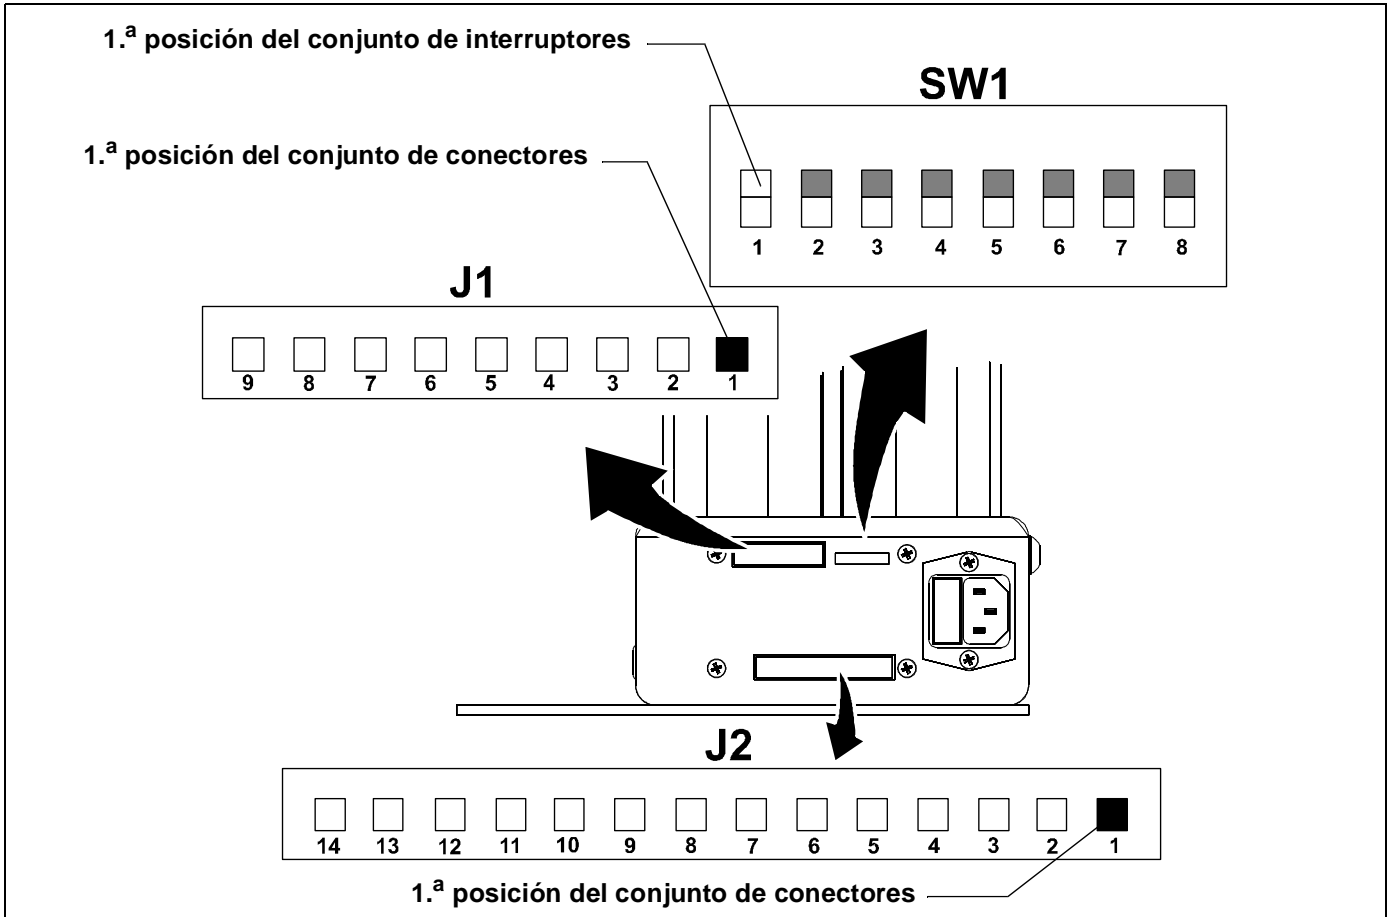
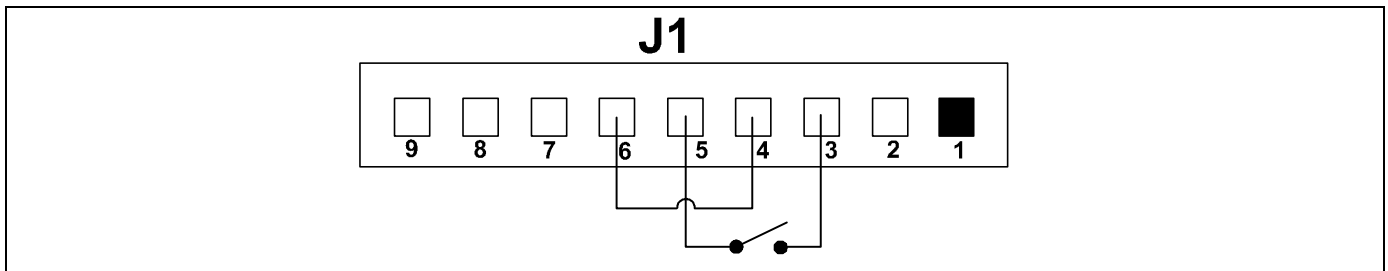
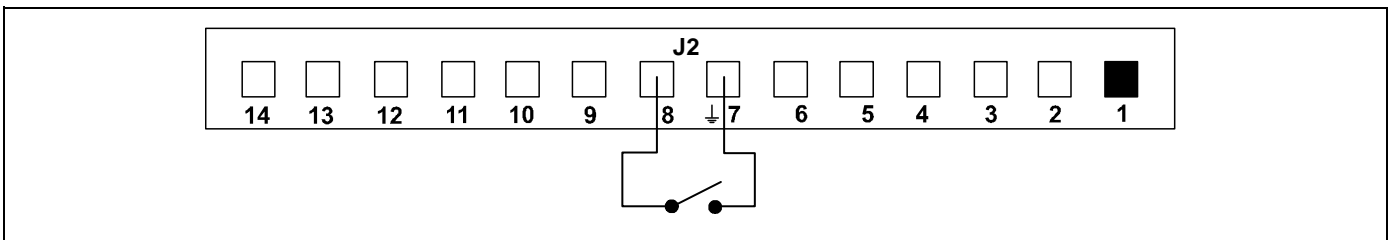
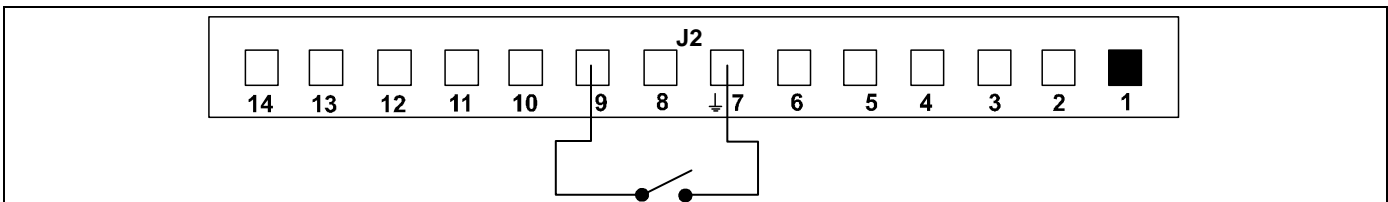

Figura 30
**Figura 33**
**Figura 34**
**Figura 35**
(Consulte la Figura 30).
Pines 1 y 2 del conector de 9 pines. (Consulte la Figura 30 y la Figura 32).
La unidad desciende y permanece en esa posición cuando se aplica voltaje de una fuente externa a través de los pines 3 y 4 del conector J1. Cuando se retira el voltaje, la unidad asciende. (Consulte la Figura 30 y la Figura 33).
**NOTA:** El uso de esta entrada hará que la unidad ejecute un ciclo de ASCENSO/DESCENSO completo. Hasta que el ciclo se haya completado, ninguna otra entrada estará disponible, a excepción de las entradas de error. (Consulte la Figura 30 y la Figura 34).
Cuando la unidad recibe una señal de error de descenso durante una operación de descenso, se detiene de inmediato y asciende. (Consulte la Figura 30 y la Figura 35).
Cuando la unidad recibe una señal de error de ascenso durante una operación de ascenso, se detiene de inmediato y desciende. (Consulte la Figura 30 y la Figura 36).
(Consulte la Figura 30 y la Figura 37).
(Consulte la Figura 30 y la Figura 38).